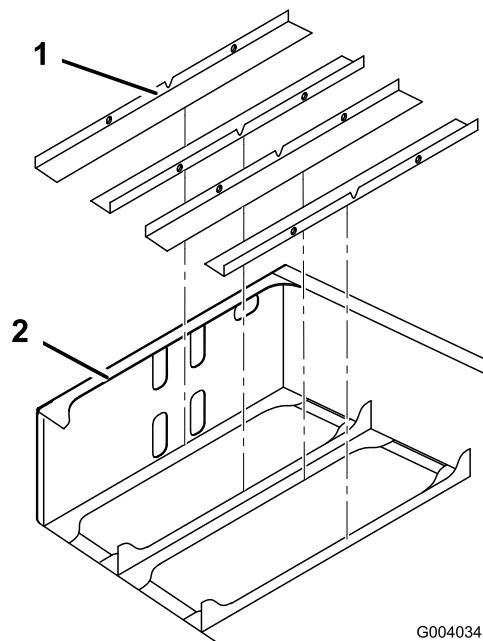

Bild 4
2. Setzen Sie die Batteriefachpolster in den hinteren Rahmen ein, siehe Bild 4.